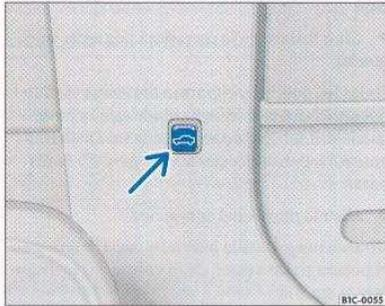

Fig. 11 Tecla para desconectar la vigilancia del habitáculo
– Pulse la tecla  => fig. 11 para desconectar la vigilancia del habitáculo.